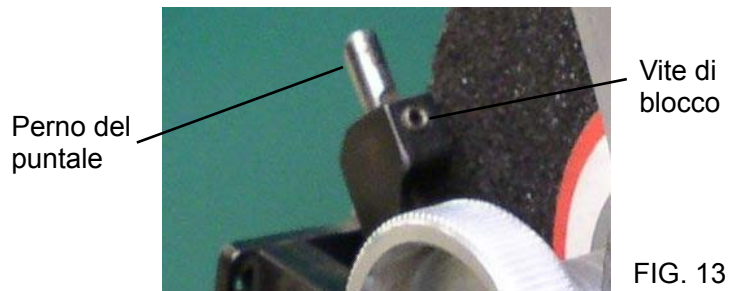

FIG. 13
1. Il perno del puntale è regolabile in altezza allentando la relativa vite di blocco. L'altezza del puntale può essere aumentata per afferrare la lama successiva sui cilindri di diametro ridotto oppure ridotta per evitare l'interferenza con il supporto lame elicoidali. Vedere la FIG. 13.